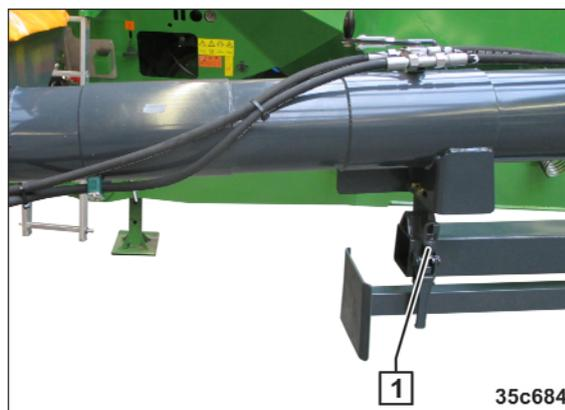

Рис. 246
3. Откройте фиксатор (Рис. 246/1).
16. Поверните загрузочный шнек в положение над рамой и зафиксируйте его (см. Рис. 246/1).